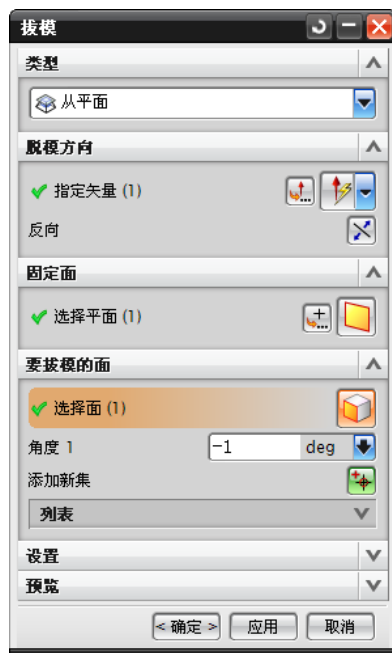

图 2-32 【拔模】对话框
(4) 在下拉菜单上选择【插入】→【细节特征】→【拔模】, 弹出如图 2-32 所示的【拔模】对话框, 在【类型】选项组中设置为【从平面】。